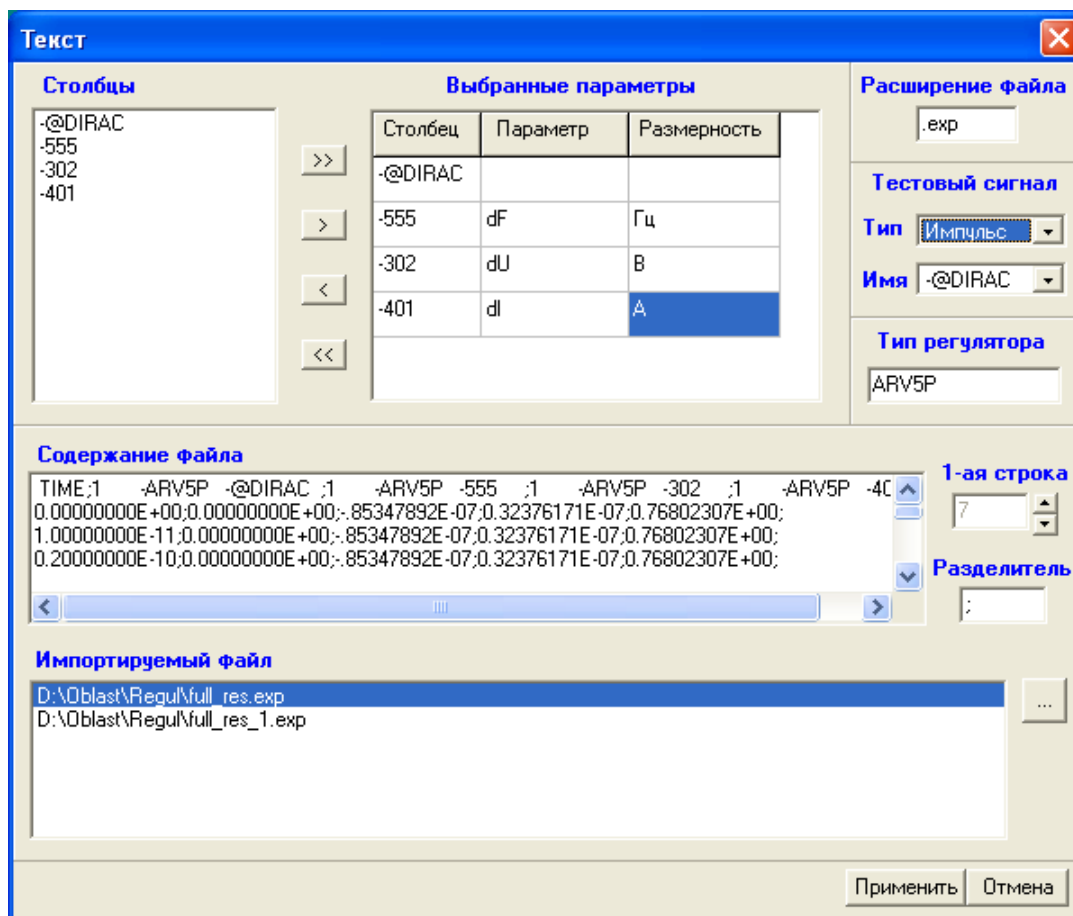

Рис.3.1.
- 3.3. После выбора команды *Текст* появляется окно импорта файла в текстовом формате рис.3.1.